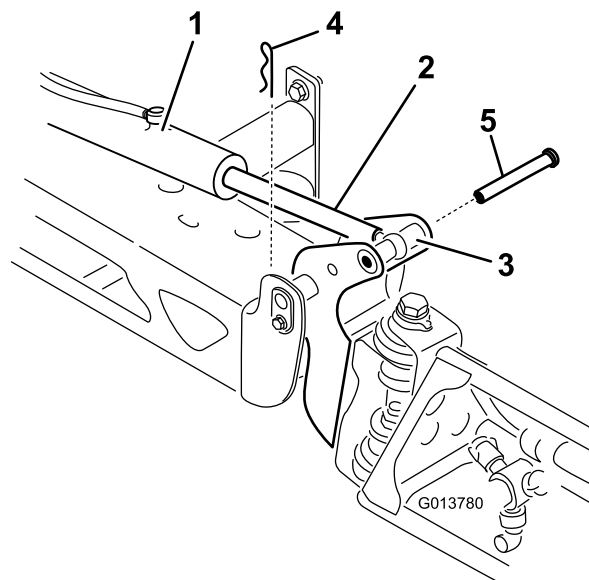

Bild 13
2. Nehmen Sie den Splint vom Lagerbolzen ab (Bild 13).
3. Heben Sie den Ausleger an und nehmen Sie den Stift ab (Bild 13), senken Sie den Ausleger dann langsam auf den Boden ab.
8. Heben Sie den Ausleger an, um das Scharnier mit der Aktuatorstange auszufluchten. Halten Sie den Ausleger fest und stecken Sie den Stift durch das Auslegerscharnier und die Aktuatorstange (Bild 13).